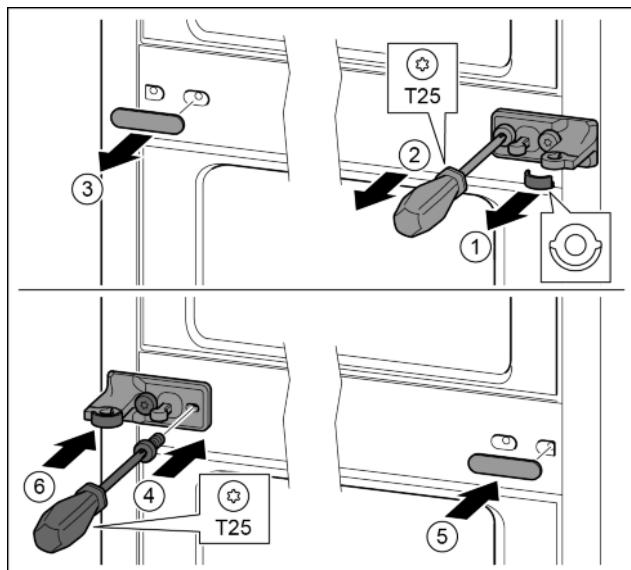

Fig. 15
- ▶ Vytiahnite podložku. Fig. 15 (1)
- ▶ Skrutkovačom T25 vyskrutkujte skrutky. Fig. 15 (2)
- ▶ Opatrne vytiahnite kryt. Fig. 15 (3)
- ▶ Ložiskovú konzolu s fóliou priskrutkujte otočenú o 180° na druhú stranu. Fig. 15 (4)
- ▶ Kryt pripevnite otočený o 180° na druhú stranu. Fig. 15 (5)
- ▶ Podložku nasuňte spredu. Fig. 15 (6)